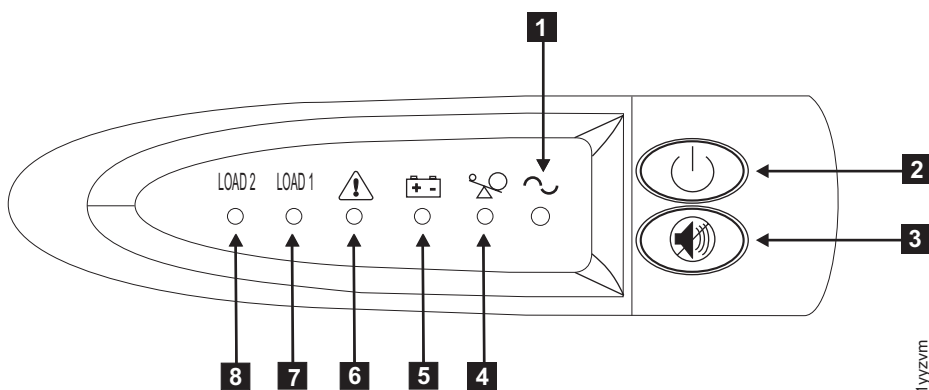

図 147. 2145 UPS-1U の電源スイッチおよびインディケータ
12. 2145 UPS-1U をオンにするには、「オン/オフ」ボタン **2** を、電源ライトが消えるまで (約 5 秒) 押し続けます。図 147 を参照してください。2145 UPS-1U が自己診断テストを済ますと、電源オン・インディケータ **1** と負荷インディケータ (**7** および **8**) が点灯して、2145 UPS-1U が SAN ボリューム・コントローラーに電源を供給していることを示します。2145 UPS-1U は、通常モードのときにバッテリーの充電を開始します。